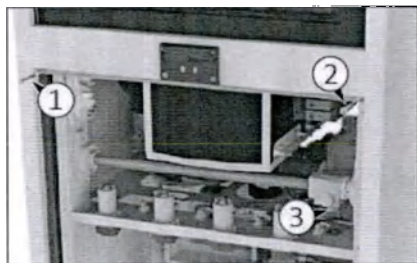

Рис. 11
- 2) Вставьте предохранительные винты (1 и 2, рис. 11), чтобы дверца в фазе разблокировки могла надежно опираться на винты и не упасть.
- 3) Прижав руку к дверце, вытащите вилку из электромотора дверей и поверните штифт (3 Рис. 11) по часовой стрелке, чтобы ослабить его.
- 5) Для повторного подключения автоматической дверной системы необходимо снова вкрутить штифт (3 Рис. 11), слегка перемещая дверцу вправо и влево для выравнивания системы.
- 2) Вставьте предохранительные винты (как показано на рис. 11 процедуры для загрязненной зоны), чтобы дверца на этапе разблокировки могла надежно опираться на винты и не упасть.